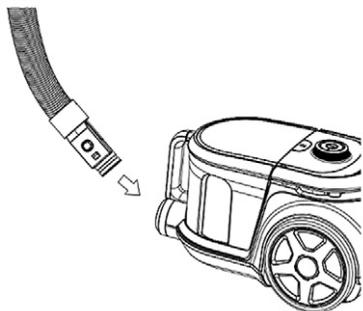

Fig. 1
1. **Fig.1:** Il collegamento del tubo e l'aspirapolvere: